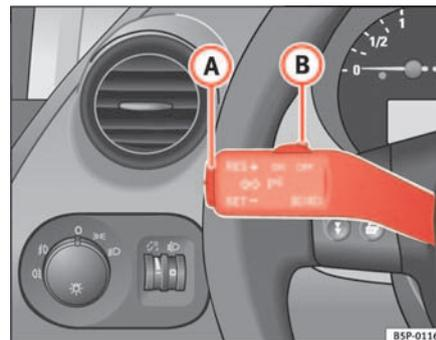

Fig. 139 Levier des clignotants et de l'inverseur-codes : commandes du régulateur de vitesse
- Déplacez la commande ⇒ fig. 139 **B** vers la gauche pour la régler sur **ON**.